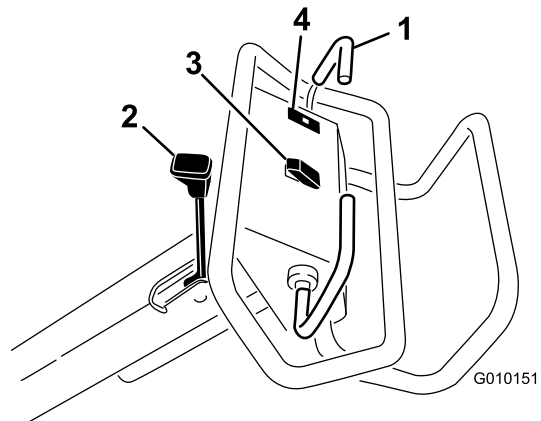

Рисунок 11
Для движения вперед передвиньте штангу управления тягой вперед. Для движения назад передвиньте штангу управления тягой назад (Рисунок 11).
- Для включения стояночного тормоза потяните его рычаг в сторону рукоятки оператора (Рисунок 11).
Сигнальная лампа давления масла (Рисунок 11) загорается, если давление масла в двигателе падает ниже безопасного уровня. При падении давления масла выключите двигатель и определите причину. Устраните повреждение, прежде чем снова запускать двигатель.
Подъем — для подъема и отключения вала аэратора нажмите на верхнюю часть переключателя (Рисунок 11). Двигатель должен работать для создания давления подъема. Если вал аэратора находится ниже транспортной высоты, см. раздел Сброс параметров цепи системы управления (страница 27).
Опускание/включение — для опускания и включения вала аэратора нажмите на нижнюю часть переключателя (Рисунок 11). Для активации переключателя штанга управления тягой должна находиться в переднем положении.